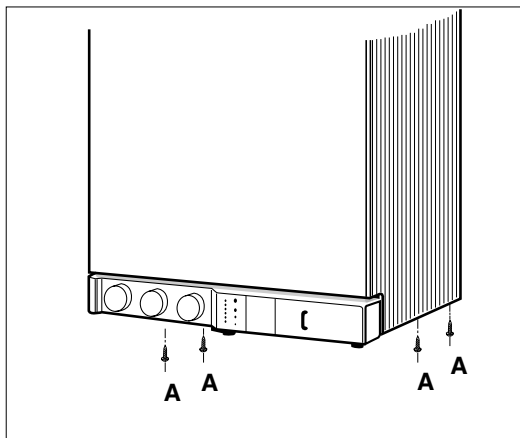

Fig. 20a
- Visser les 4 vis A de fixation de l'habillage, situées en partie inférieure (fig. 20a).